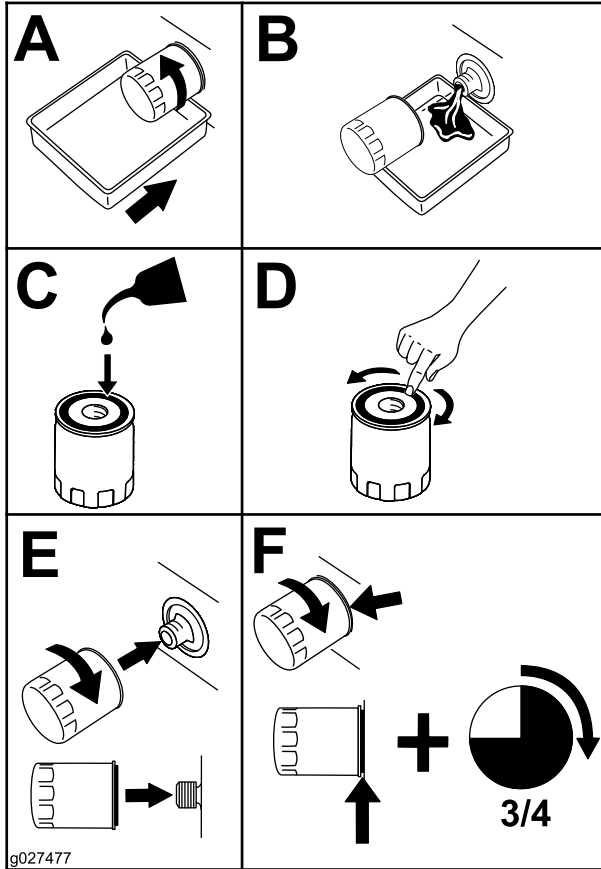

Figure 31
5. Déposez le filtre à huile moteur (Figure 31)